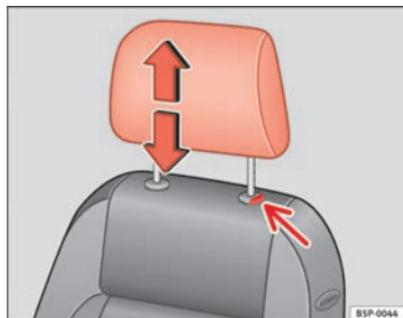

Fig. 68 Ajuste o desmontaje de los apoyacabezas
- Pulse la tecla ⇒ fig. 68(flecha).